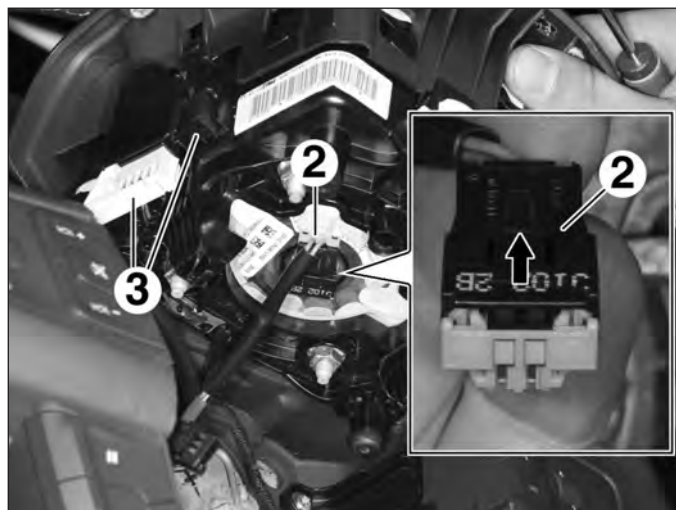

FIG.2
- Déverrouiller et débrancher le connecteur (2) (Fig.2).
- Débrancher les connecteurs (3).